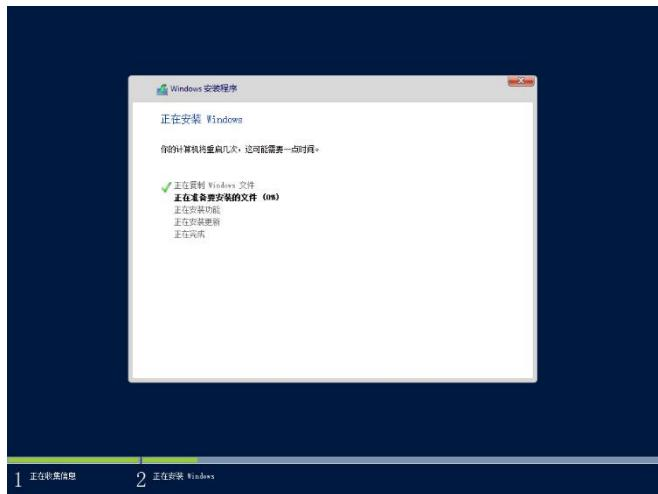

图 6-13
- n. 单击下一步进行操作系统的安装。如图 6-13 所示。操作系统的安装过程可能需